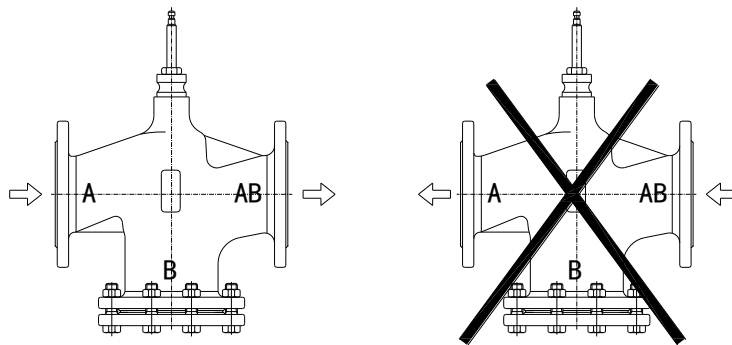

图 3
3. 如图 3，按照 A-AB 作为流向指示，安装时请注意介质流向。